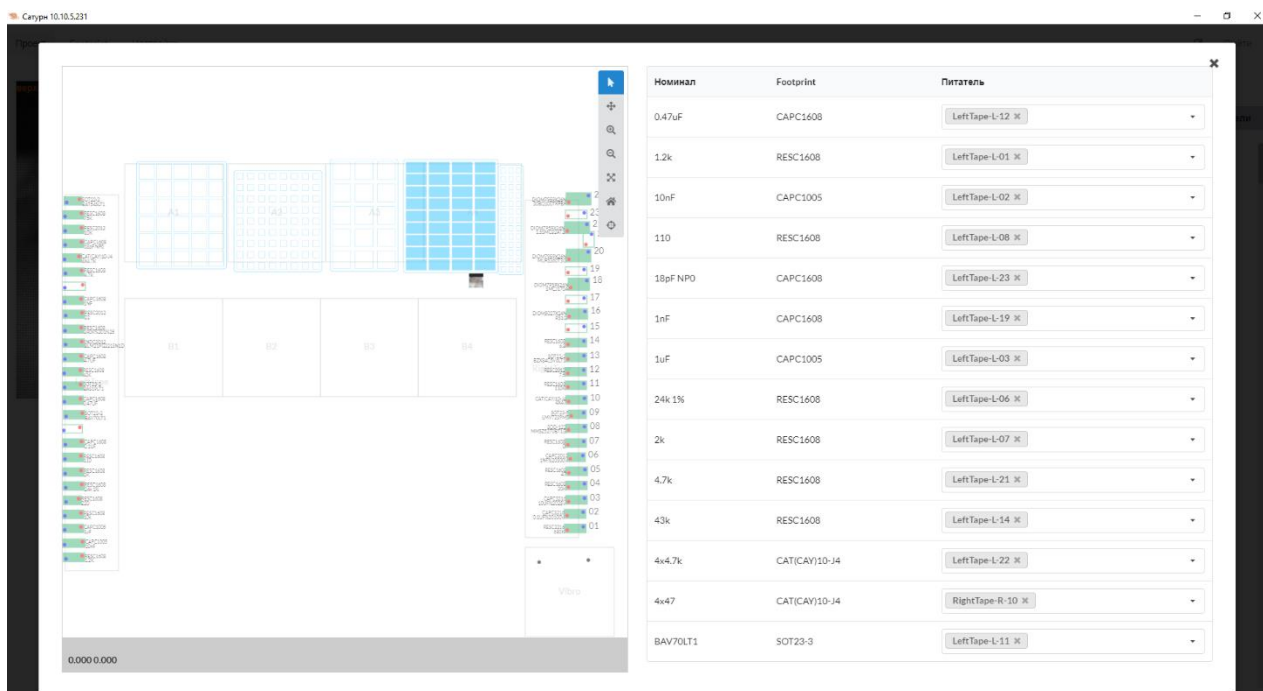

Рисунок 3.48 – Список питателей текущей задачи
- 5) **Питатели** – показать список питателей, задействованных для текущей задачи, Рисунок 3.48. В окне питателей есть возможность смены питателей для компонентов из текущей задачи